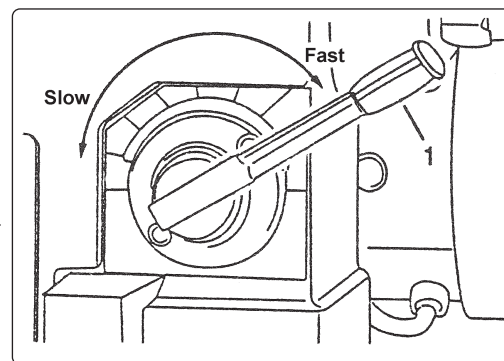

fig.7
- 5.6. **SPEED CONTROL** (fig.7)